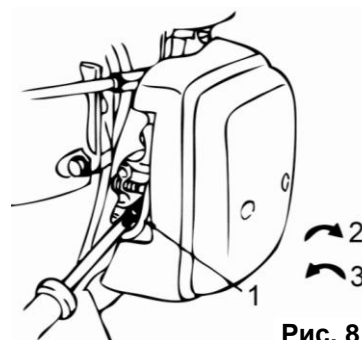

Рис. 8
- Винт регулировки холостого хода (1)(См. Рис.8): 1 - быстрее; 2 - медленнее.